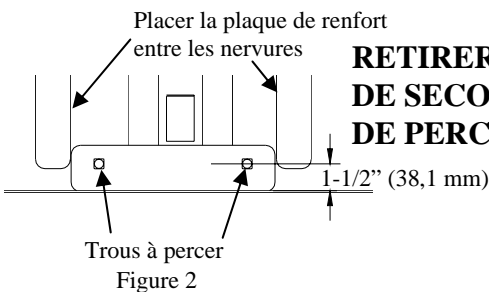
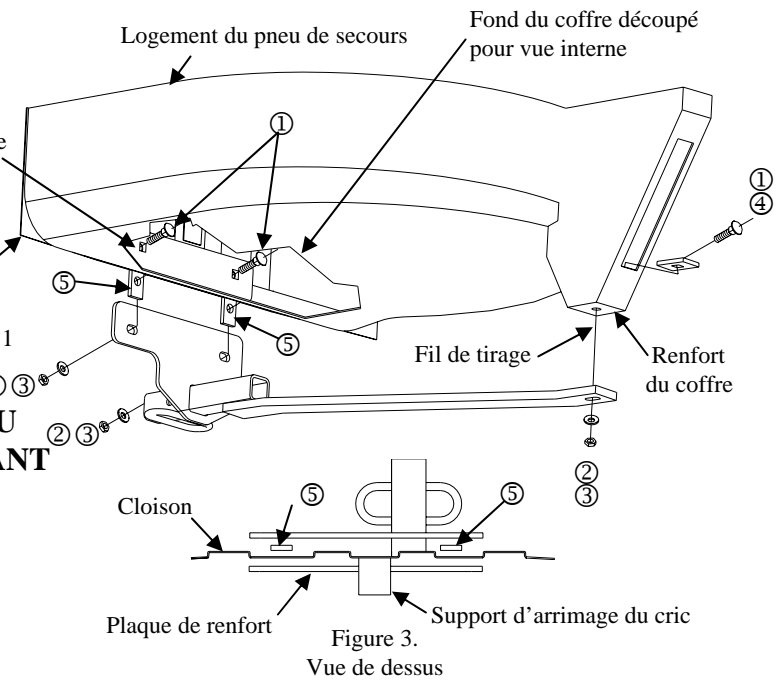

Figure 2
Figure 3.
①	Qty. (3)	Carriage Bolts 1/2-13 X 2.00 GR5	④	Qty. (1)	Spacer .250 X 1.50 X 2.00 (Sq. Hole)
②	Qty. (3)	Conical Washer	⑤	Qty. (2)	Spacer .250 X 1.00 X 2.00 (Rd. Hole)
③	Qty. (3)	Hex Nut 1/2-13
- 2 Remove the (2) plastic rivets that fasten the fascia tabs to the vehicle. Note: Remove the center of the rivet with a screwdriver. Rivets to be reinstalled.
- 5 Place reinforcement plate inside spare tire well, at the bottom of trunk. Locate the 1-1/2" length against the bottom of the trunk. Place between the ribs as shown in Figure 2. Drill two holes.
- 6 Insert the carriage bolts through the reinforcement bracket and place (2) spacer (Item 5) on the carriage bolts from opposite side of bulkhead.
- 7 Lift hitch into position onto the two carriage bolts, sandwiching the spacer between the bulkhead and hitch. See Figure 3. Loosely attach conical washer and hex nuts.
①	Qté (3)	Boulons de carrosserie 1/2-13 X 2.00 GR5	④	Qté (1)	Espaceur .250 X 1.50 X 2.00 (trou carré)
②	Qté (3)	Rondelle conique	⑤	Qté (2)	Espaceur .250 X 1.00 X 2.00 (trou rond)
③	Qté (3)	Écrou hex. 1/2-13
2. Enlever les deux (2) rivets en plastique qui fixent les languettes du carénage au véhicule. Remarque : Retirer le centre du rivet à l'aide d'un tournevis. Les rivets seront réinstallés.
5. Placer la plaque de renfort à l'intérieur du logement de pneu de secours, au fond du coffre. Placez une longueur de 1-1/2 po sur le fond du coffre. Placer entre les nervures, comme illustré à la Figure 2. Percer deux trous.
6. Insérer les boulons de carrosserie à travers le support de renfort et placer deux (2) espaceurs (article 5) sur les boulons de carrosserie depuis le côté opposé de la cloison.
7. Soulever l'attelage en position sur les deux boulons de carrosserie, en intercalant l'espaceur entre la cloison et l'attelage. Voir la figure 3. Installer sans trop serrer les rondelles coniques et les écrous hexagonaux (article 2 & 3).